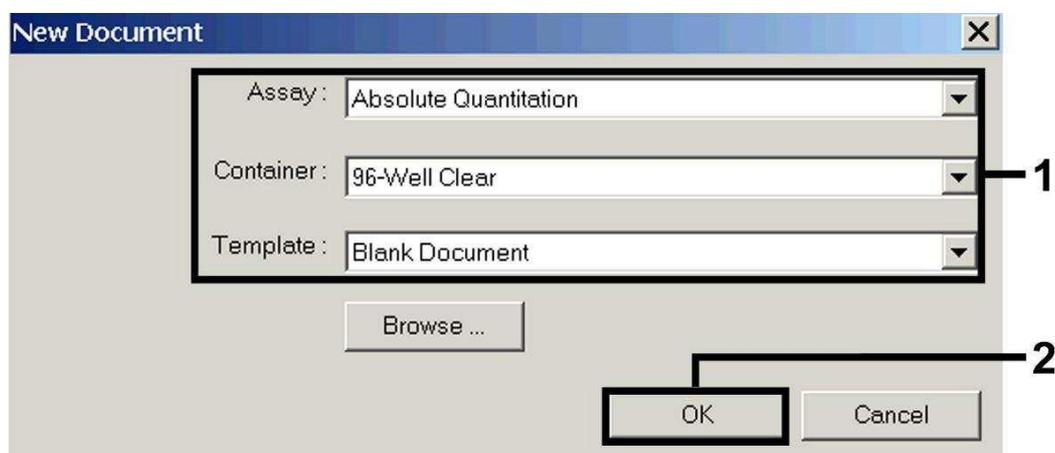

Fig. 3: Preimpostazioni per la creazione di una nuova corsa di PCR (*New Document*).
Selezionare in *ABI PRISM 7000 SDS* la voce di menu *New* in *File* ed inserire per il nuovo documento le seguenti impostazioni di base (vedi Fig. 3). Un template precedentemente salvato (*SDS Template [*.sdt]*) è a disposizione nella lista *Template* oppure selezionandolo con la funzione *Browse* (vedi 8.5.1.5 *Come salvare la corsa di PCR*). Confermare i dati inseriti (OK).